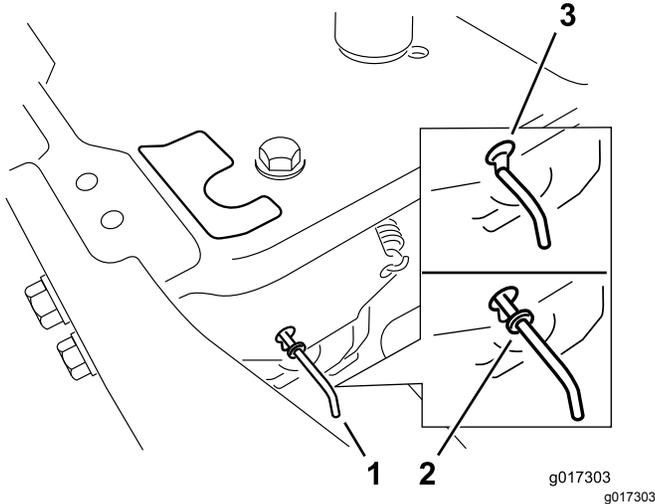

Figura 30
- Mueva las palancas de desvío hacia delante a través del orificio y hacia abajo para bloquearlas en esa posición (Figura 30).
Mueva las palancas de desvío hacia atrás a través del orificio y hacia abajo para bloquearlas en esa posición, según se muestra en la Figura 30.